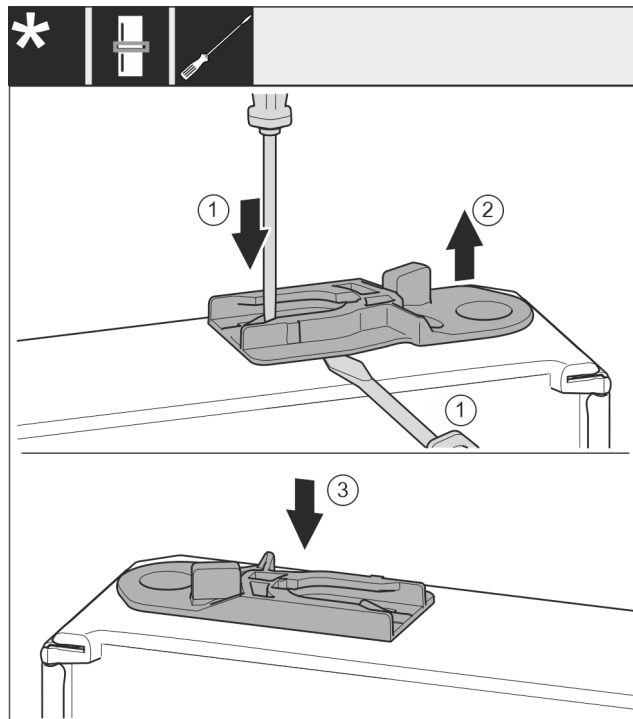

Fig. 53 *
- ▶ Извлеките направляющее гнездо: прижмите накладку Fig. 53 (1) шлицевой отверткой и одновременно переместите ее шлицевой отверткой под направляющее гнездо Fig. 53 (2)*
- ▶ Вставьте входящее в комплект поставки направляющее гнездо Fig. 53 (3) на другой стороне корпуса.*